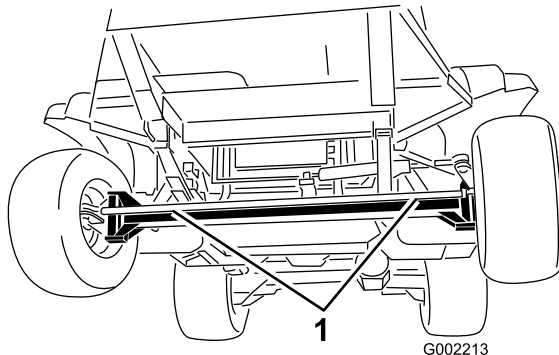
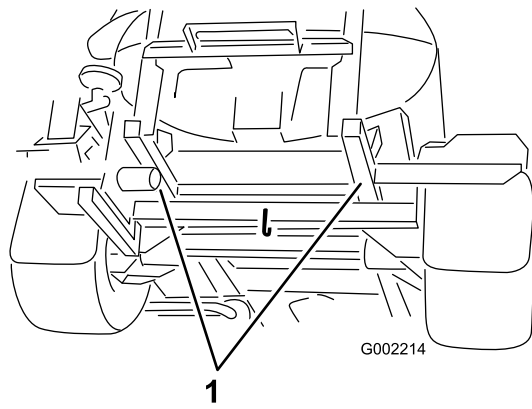

Figure 44
Figure 45
2. Accrochez un câble de remorquage au châssis. Reportez-vous aux points de remorquage avant et arrière dans les Figure 44 et Figure 45.